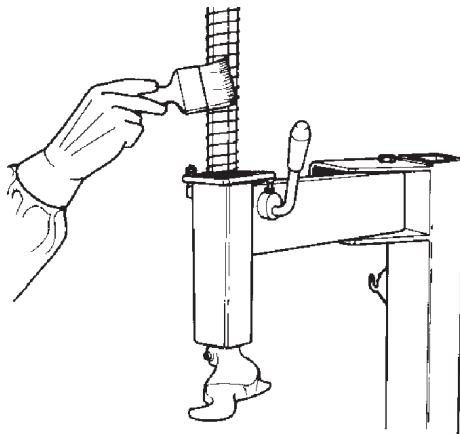

Fig. 6.0-1
**A.** Nettoyer périodiquement la tige hexagonale avec un détergent liquide non inflammable. Lubrifier avec de l'huile (Fig. 6.0-1).